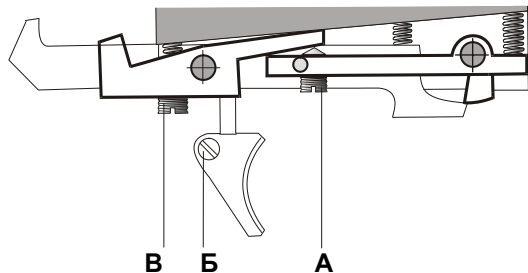

Рисунок 4 – Схема регулировки спускового механизма
5.5 Спусковой механизм имеет возможность регулировки положения спускового крючка, усилия спуска, величины хода спуска (рисунок 4).
8.6 Регулировка спускового механизма (рисунок 4):